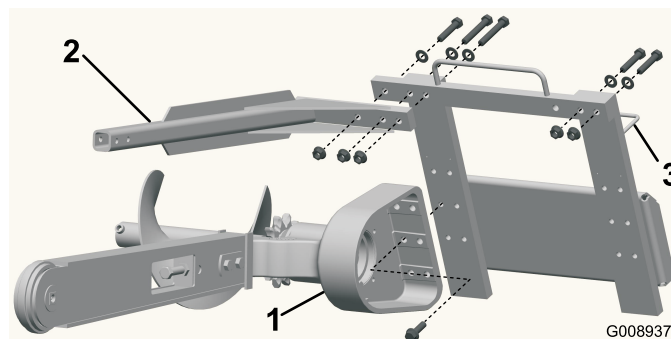

Figure 7
2. Retirez les 6 boulons qui fixent la tête de la trancheuse au bâti (Figure 7).
4. Fixez la tête au bâti avec les 6 boulons retirés précédemment (Figure 7).
6. Retirez les 3 boulons, rondelles et écrous à embase de la barre de sécurité pour déposer la barre (Figure 7).
7. Retirez les 2 boulons courts, rondelles et écrous à embase qui fixent le côté droit du bâti et placez les dans les trous correspondants sur le côté gauche (Figure 7).
8. Montez la barre de sécurité par dessus la chaîne de la trancheuse à l'aide des 3 boulons, rondelles et écrous à embase retirés précédemment (Figure 7).
10. Transférez les flexibles situés dans le guide en haut de la trancheuse au guide situé sur le côté gauche (Figure 7).